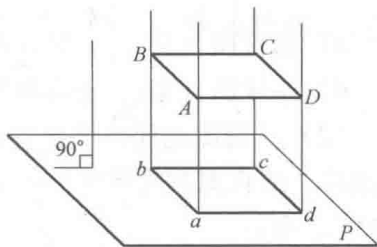

图 1-19 正投影
2) 绘制机械图样时采用正投影法（投射线垂直于投影面），所得到的投影即正投影，如图 1-19 所示。